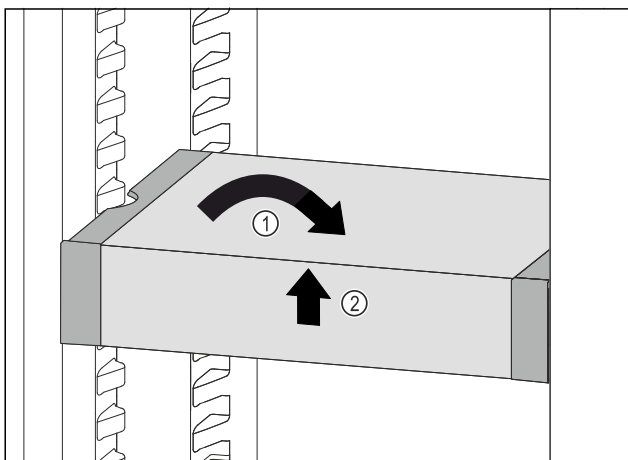

Fig. 88
- Remettre le VarioSafe droit. Fig. 88 (1)
- Soulever la partie avant du VarioSafe. Fig. 88 (2)